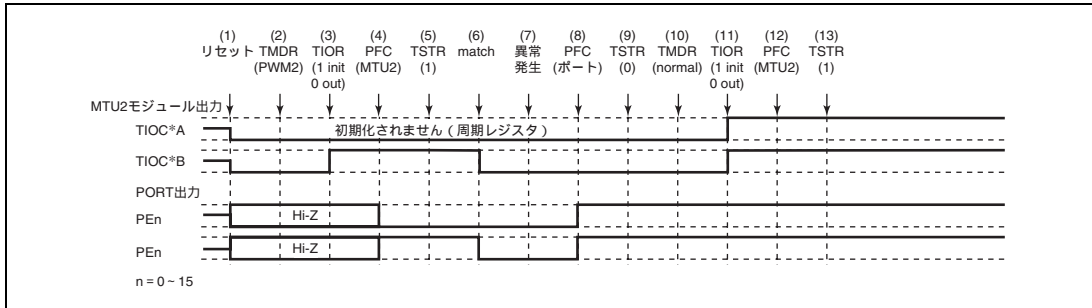

図 10.149 PWM モード 2 で異常が発生し、ノーマルモードで復帰する場合
PWM モード 2 で異常が発生し、再設定後ノーマルモードで再スタートする場合の説明図を図 10.149 に示します。
(1) ~ (9) は図 10.149 と共通です。
(10) PWM モード 1 を設定します。
(11) TIOR で端子を初期化してください (PWM モード 1 では TIOC\*B 側は初期化されません)。
(12) PFC で MTU2 出力としてください。
(13) TSTR で再スタートします。
(10) PWM モード 2 で再スタートする場合には必要ありません。
(11) TIOR で端子を初期化してください (PWM モード 2 では周期レジスタの端子は初期化されません)。
- (1) ~ (9) は図 10.149 と共通です。
- (10) 位相計数モードを設定します。
- (11) TIOR で端子を初期化してください。
- (12) PFC で MTU2 出力としてください。
- (13) TSTR で再スタートします。
(17) 位相計数モードで動作中に異常が発生し、ノーマルモードで再スタートする場合の動作